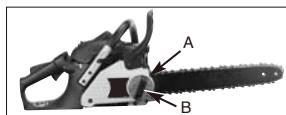

Fig. 4
- Hold spissen på styreskinnen opp og vri justeringeskjederingen (A) MED KLOKKEN for å øke kjedespenningen. Vri kjederingen (A) MOT KLOKKEN for å redusere spenningen på kjeden. Sørg for at kjeden passer godt helt rundt styreskinnen. (Fig. 4)
- Etter at justeringen er gjort, og mens du fremdeles holder spissen på skinnen i aller øverste posisjon, strammer du sikert til skinnens holdeknot (B). Kjeden har riktig spenning når det sitter stramt rundt hele veien og kan trekkes rundt av en hånd med hanske på. (Fig. 4)